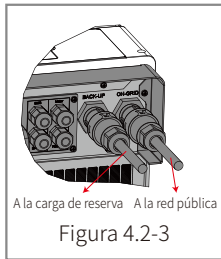

Figura 4.2-3
- **Conexión a la red y de reserva:** confirme que el terminal de la red está conectado a la red eléctrica y el terminal de reserva está conectado a las cargas: la polaridad (L1/L2/L3/N deben seguir esta secuencia) no debe estar invertida (consulte la figura 4.2-3).